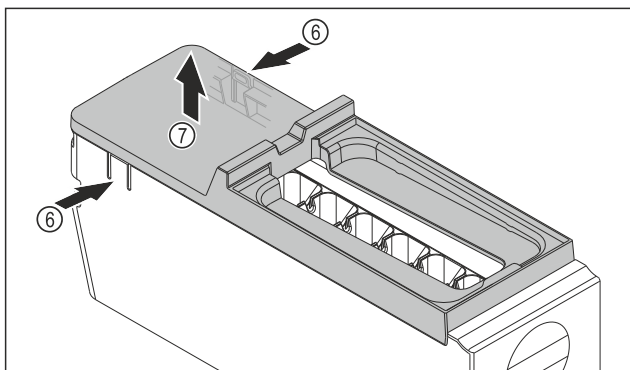

Fig. 173
- Зняти кришку з корпусу EasyTwist-Ice: натиснути однією рукою на накладки Fig. 173 (6) з обох боків корпусу EasyTwist-Ice.
- Зняти кришку Fig. 173 (7), потягнувши її вгору іншою рукою.